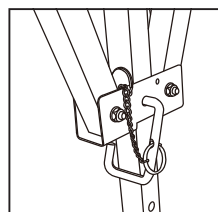

рис.5
- Надёжно зафиксируйте собранный рабочий стол на станине при помощи U-образных скоб фиксаторов (см. рис. 5)